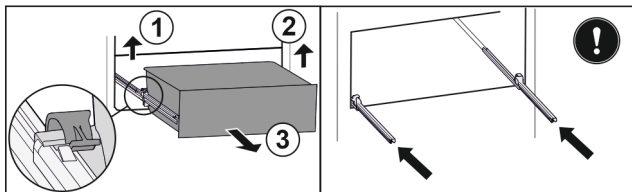

Fig. 97
- ▶ Emelje fel a bal oldali kapcsot, és ezzel egyszerre húzza előrefelé a fiók bal oldalát. Fig. 97 (1)
- ▶ Emelje fel a jobb oldali kapcsot, és ezzel egyszerre húzza előrefelé a fiók jobb oldalát. Fig. 97 (2)
- ▶ Vegye ki a fiókot előrefelé. Fig. 97 (3)